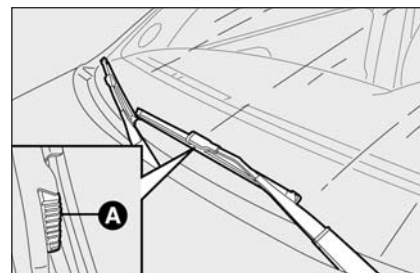

fig. 23
- ☐ premir nas linguetas **A-fig. 23** (situadas nos lados da palheta) e extrair do braço a palheta;